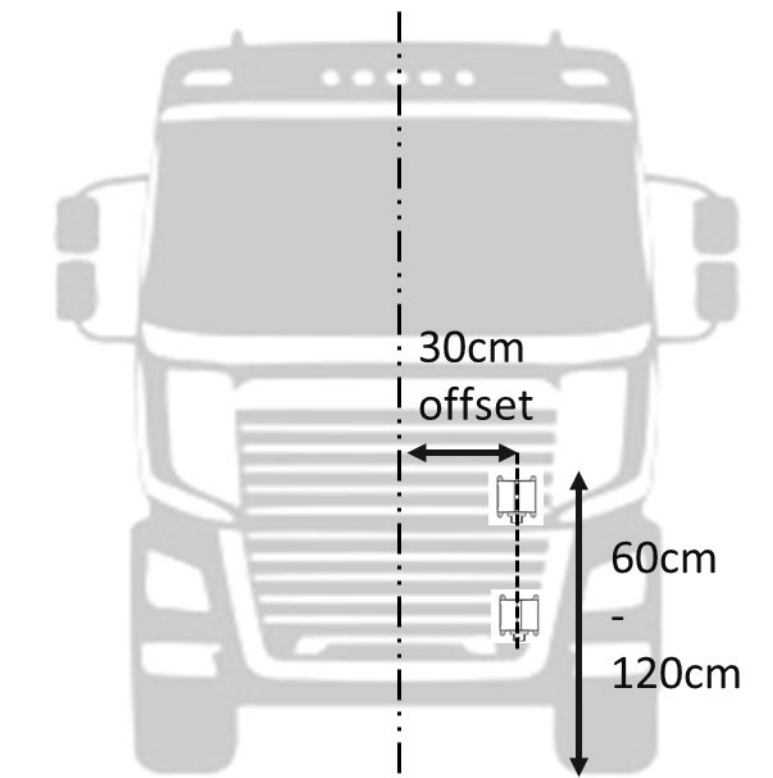

Figura 2-2 Installazione del radar con offset di 30 cm
- L'unità radar deve essere installata a 30 cm dal centro del veicolo (vedere Figura 2-2).